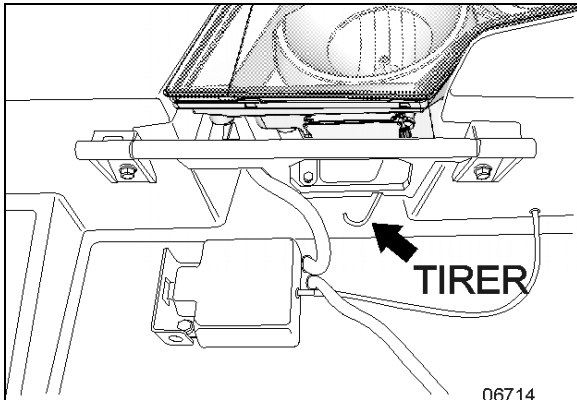

FIGURE 89 : BASCULER LE MODULE D'ÉCLAIRAGE AVANT
3. Tirer sur la tige illustrée sur la FIGURE 89 pour faire pivoter le phare.
2. Tirer sur la tige illustrée sur la FIGURE 89 pour faire pivoter le phare.